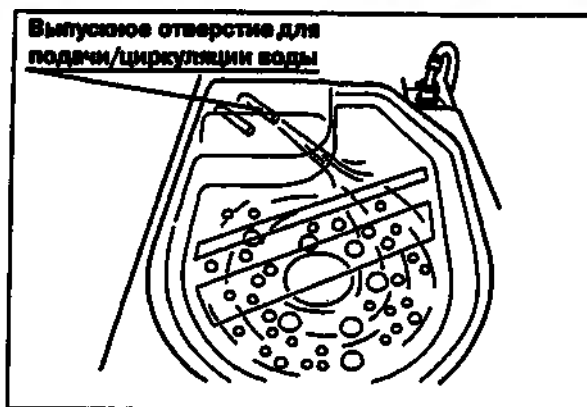

Рис. 4.77
10. После того, как зуммерный сигнал повторно прозвучал три раза, визуально убедитесь в том, что из выпускного отверстия для подачи/циркуляции воды вытекает сильная струя воды (Это позволяет сделать вывод о том, блокирован ли моющий насос, и имеются ли нарушения его функций) (см. рис. 4.77).